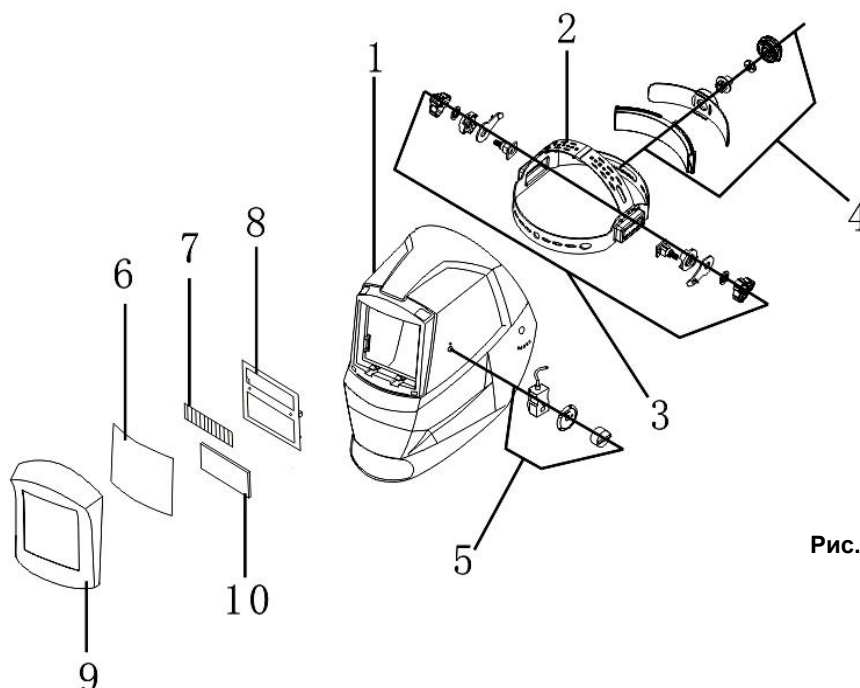

Рис. 1
Общий вид (Рис.1):
- Проверьте внешнюю накладку - линзу (6), убедитесь в ее чистоте и в отсутствии грязи на фотоэлементе солнечной батареи (7), а так же на самом светофильтре (10)(См. Рис.1)
- Извлеките маску из упаковки и прикрепите к щитку (1)(См. Рис.1) оголовье, в случае поставки в разобранном виде.